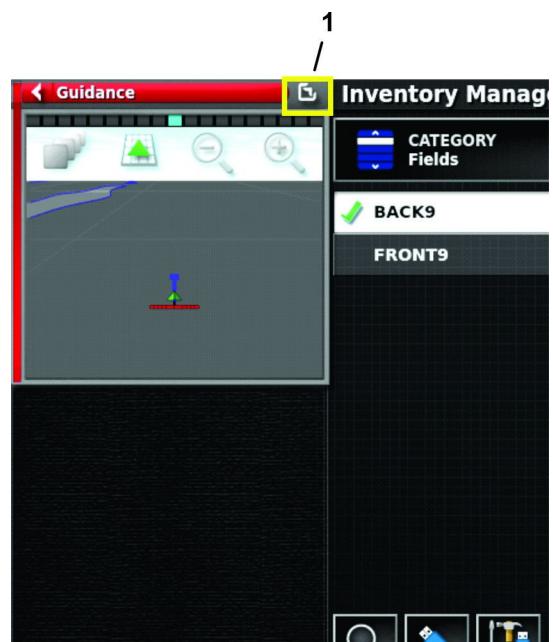

Рисунок 71
5. Нажмите на значок ВОССТАНОВЛЕНИЯ ПОЛНОЭКРАННОГО РЕЖИМА (Рисунок 71).